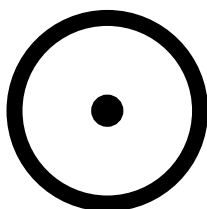

Figura 8.2 Punto de medición de temperatura del puntero láser.
4. Con el láser activado, mantenga presionado el botón láser para encenderlo y suéltelo para apagarlo. La proyección del punto circular del láser (**figura 8.2**) indica el área de la superficie de prueba cuya temperatura se muestra en °C o °F, mediante la tecnología de *elementos ópticos difusores* (DOE, del inglés “Diffractive Optical Element”).
7. Con el láser activado, mantenga presionado el botón láser para encenderlo y suéltelo para apagarlo. La proyección circular del punto láser (**figura 8.2**) indica el área de la superficie de prueba cuya temperatura se muestra en °C o °F. Para obtener información sobre la relación de distancia al punto, consulte la sección 8.3, arriba.